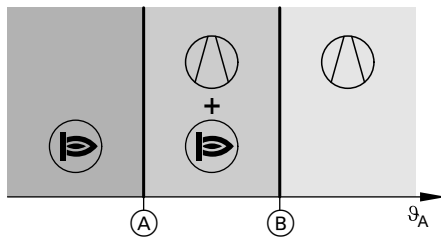
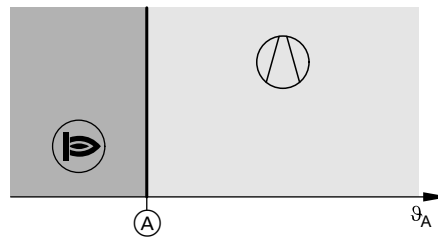

Abb. 18
Abb. 19
Ihr Fachbetrieb hat die beiden Außentemperaturgrenzen ① und ② fest eingestellt: Siehe Abb. 18 und Abb. 19.